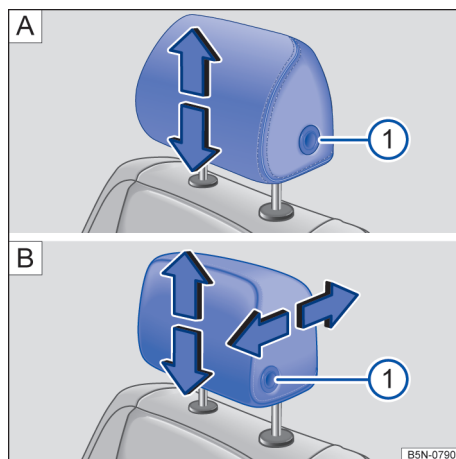
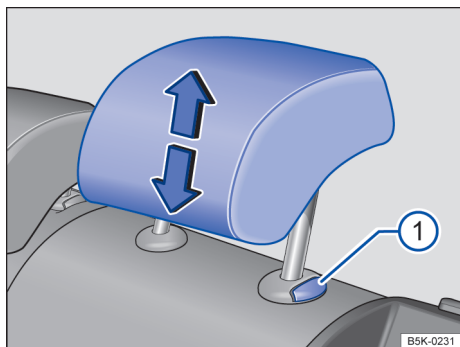

Fig. 94 Ajustar o apoio para cabeça dianteiro: **A** sem possibilidade de ajuste na direção longitudinal, **B** com possibilidade de ajuste na direção longitudinal.
Fig. 95 Apoio para cabeça traseiro: ajustar.
- Deslocar o apoio para cabeça no sentido da seta, para cima ou para baixo e, se for o caso, com o botão → Fig. 94 ① ou → Fig. 95 ① pressionado → ⚠ em *Introdução ao tema* na página 110.
- Empurrar o apoio para cabeça para frente na direção da seta ou para trás com o botão → Fig. 94 ② ① pressionado.